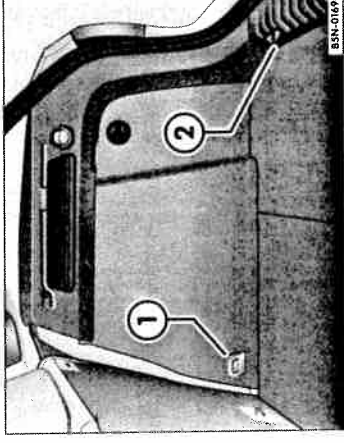

Fig. 103 Imagine din portbagajul cu mochetă variabilă; Inele de prindere.
În portbagaj se găsesc inele pentru fixarea bagajelor. Două inele de prindere ⇒ fig. 103 ② sunt amplasate în spatele în autovehicul, în zona marginii de încărcare. Alte două inele de prindere